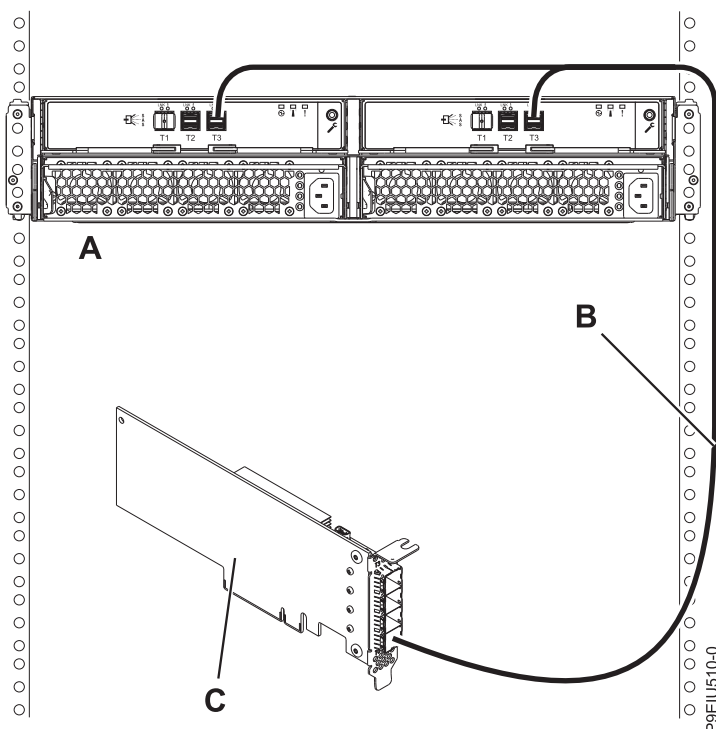

図 13. YO12 ケーブルを使用した、単一の FC EJ0J、FC EJ0K、または FC EJ0M の SAS アダプターへの 1 台の ESLL ストレージ・エンクロージャーまたは ESLS ストレージ・エンクロージャー のモード 1 接続
13. 図 13 に示すように、YO12 ケーブル (B) を使用して 単一の FC EJ0J、FC EJ0K、または FC EJ0M の SAS アダプター (C) への 1 台のエンクロージャー (A) のモード 1 接続を実行してから、27 ページの『ケーブルと電源コードの接続およびカバーの取り付け』に進みます。